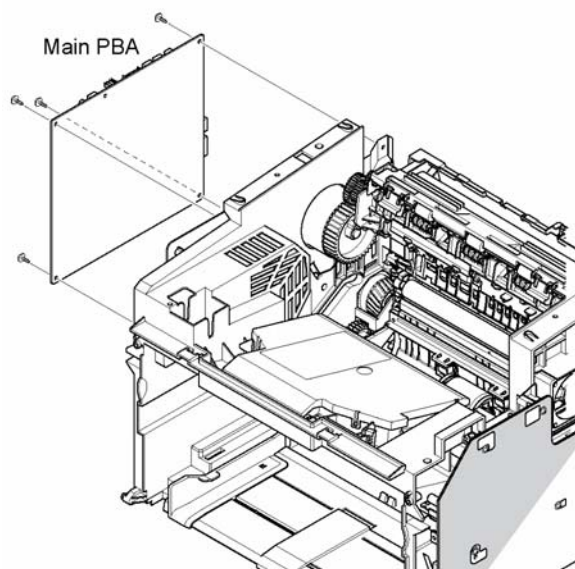

Рисунок 2
4. Выкрутите 4 винта, крепящих главную плату, и снимите ее, рисунок 2.